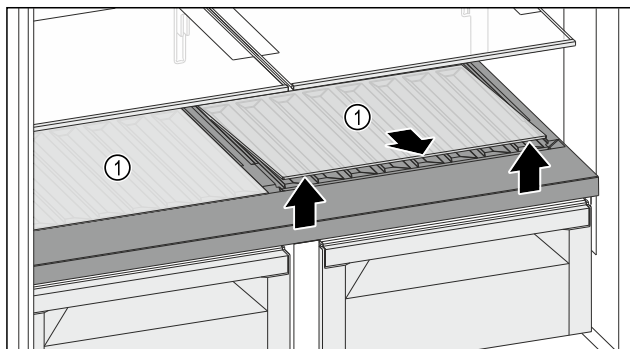

Fig. 132
- Dvignite stekleno ploščo ali obe stekleni plošči Fig. 132 (1) pri odprtini spredaj in ju odstranite.
- Stekleno(-e) ploščo(-e) Fig. 132 (1) varno shranite zunaj naprave.